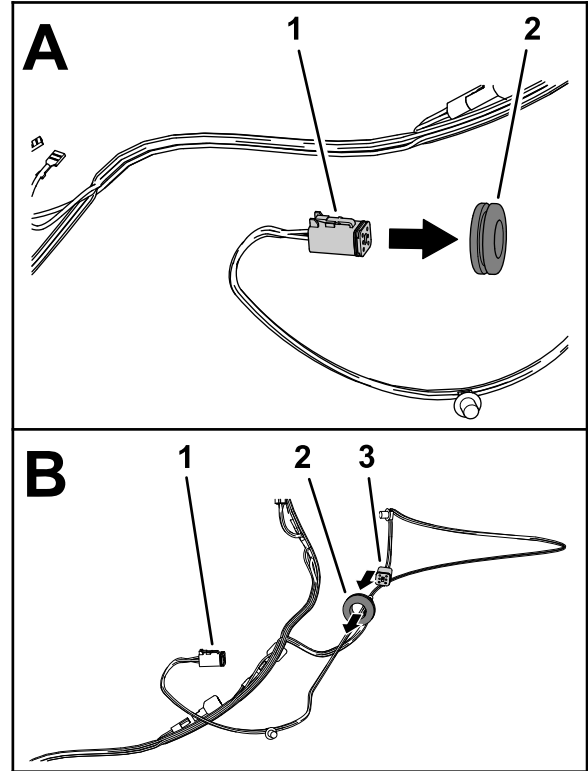

Figura 8
2. Alinhe o conector de seis tomadas do SINAL DE MUDANÇA DE DIREÇÃO PARA A ESQUERDA FRONTAL/LUZ DE PRESENÇA da secção de 99 cm da cablagem através do olhal (Figura 8).